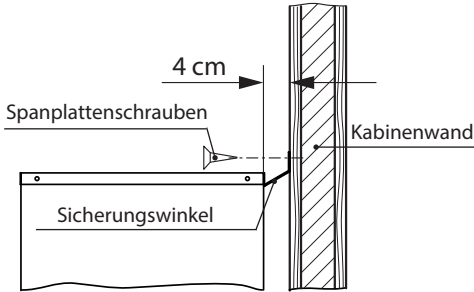

Abb. 3
- Sicherungswinkel rückseitig mittig unter die Ofenabdeckung schieben und mittels den beiden Spanplattenschrauben an der Kabinenwand sichern (siehe Abb. 3)